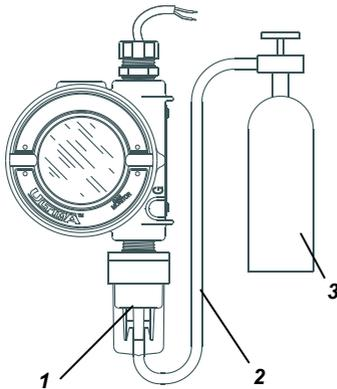

Fig. 11 Connexion du gaz de calibrage (Appareil ULTIMA présenté)
Puis connectez l'extrémité du tuyau sur l'orifice d'entrée du bloc cellule et enfoncez le capot de calibrage sur l'orifice d'entrée du bloc cellule entier (→ Fig. 11).
- Cal Kit 41 (ou Cal Kit 40 avec l'ULTIMA XIR), placez le capot de Calibrage muni d'un orifice pour le tuyau et enfoncez le tuyau dans le trou de la partie inférieure du capot. Puis connectez l'extrémité du tuyau sur l'orifice d'entrée du bloc cellule et enfoncez le capot de calibrage sur l'orifice d'entrée du bloc cellule entier (→ Fig. 11).
- (6) Allumez le débit de gaz en faisant tourner le bouton du contrôleur de débit.